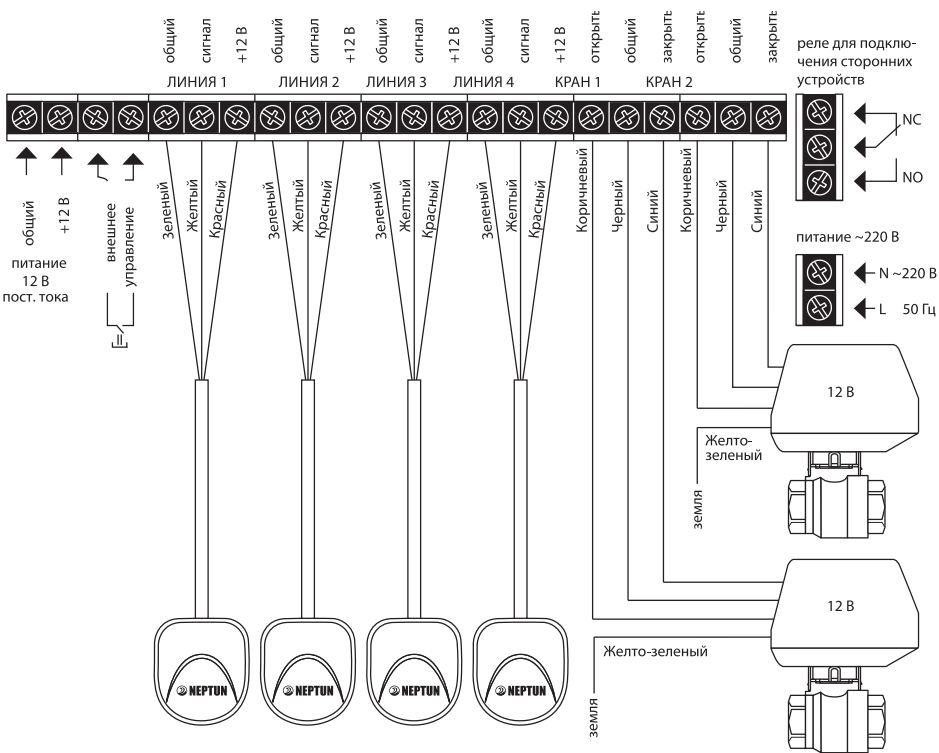
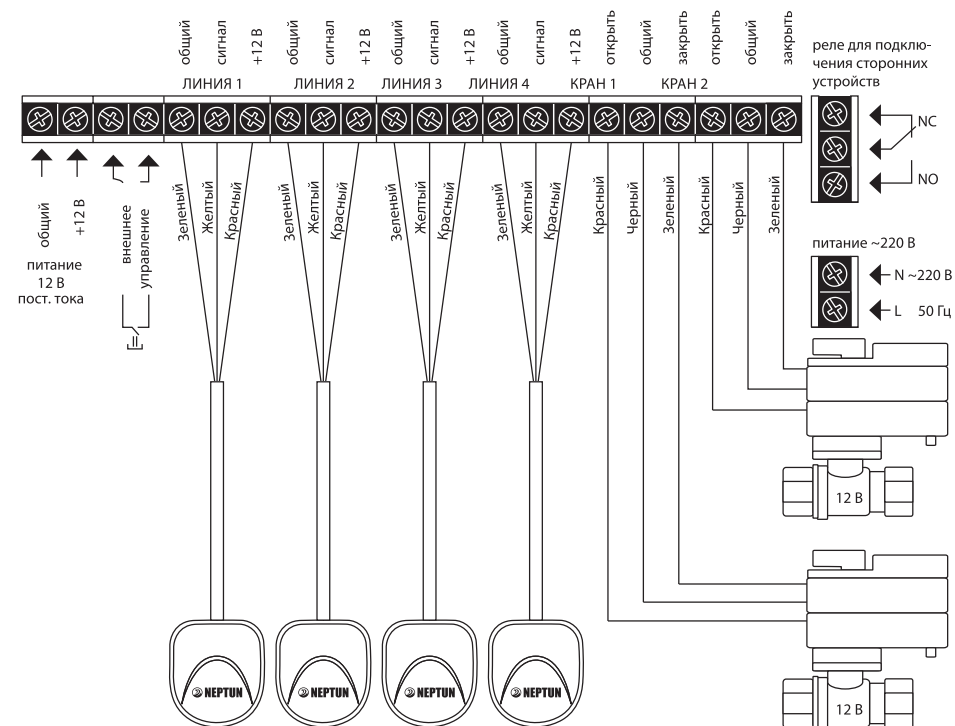

Рис. 11. Схема подключения датчиков и кранов с электроприводом DePala 12 В к модулю управления Neptun ProW
Рис. 10. Схема подключения датчиков и кранов с электроприводом серии JW5000 12 VDC серии Neptun Bugatti 12 В к модулю управления ProW
- К модулю управления Neptun ProW подвести фазу и ноль согласно схеме подключения (рис. 10 и 11), изображённую так же на внутренней крышке прибора
- выполните соединение проводов в соответствии со схемой на рис. 10 или рис. 11, в зависимости от того, какие краны с электроприводом вы используете. При необходимости, для ввода проводов в коммутационный отсек удалите пластиковую заглушку, расположенную в нижней части корпуса прибора при помощи отвёртки;